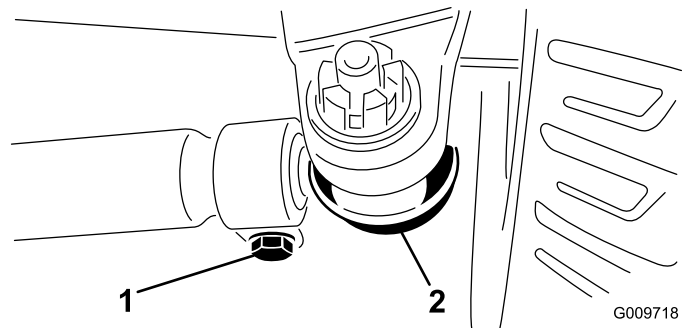

Figure 73
2. Pour le régler, retirez la goupille fendue et l'écrou de l'une des rotules de biellette (Figure 73). Déposez la rotule de biellette du support du corps d'essieu.
3. Desserrez les fixations aux deux extrémités des biellettes (Figure 73).